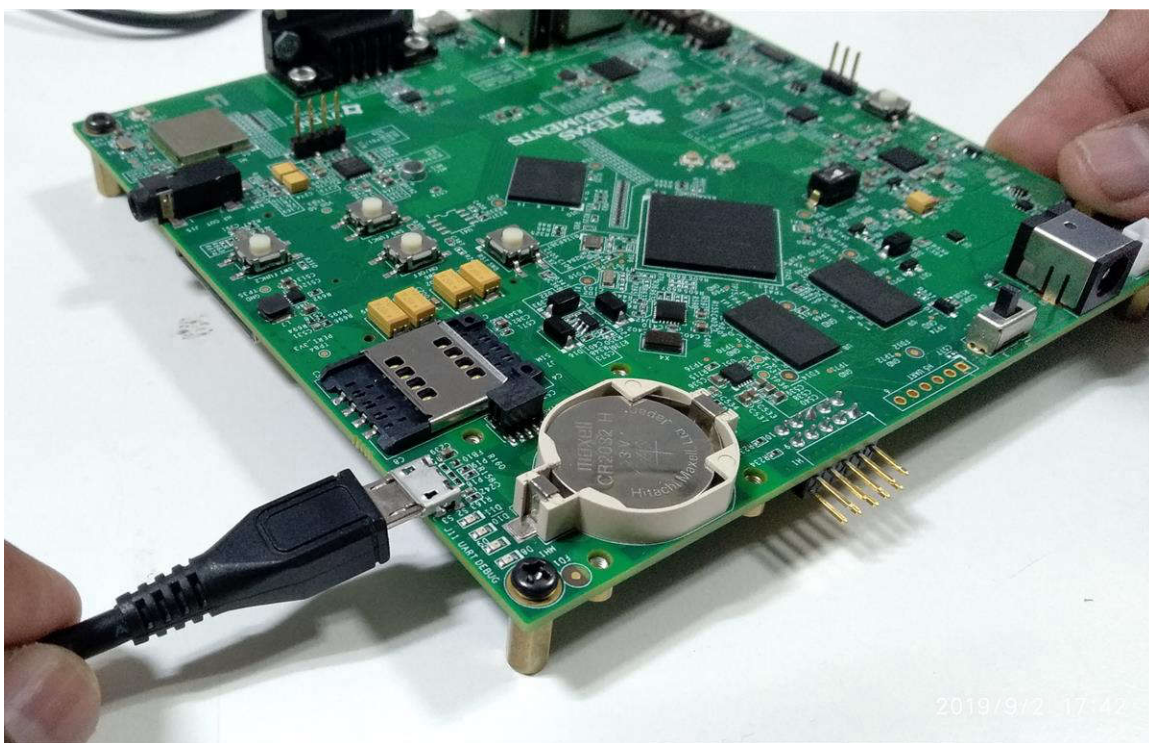

図 3-6. micro-B ケーブルの J11 への挿入
5. 端子ウィンドウ (図 3-6) で UART デバッグのために USB micro-B ケーブルを J11 コネクタに挿入します。タイプ A プラグはコンピュータの USB ポートに接続します。